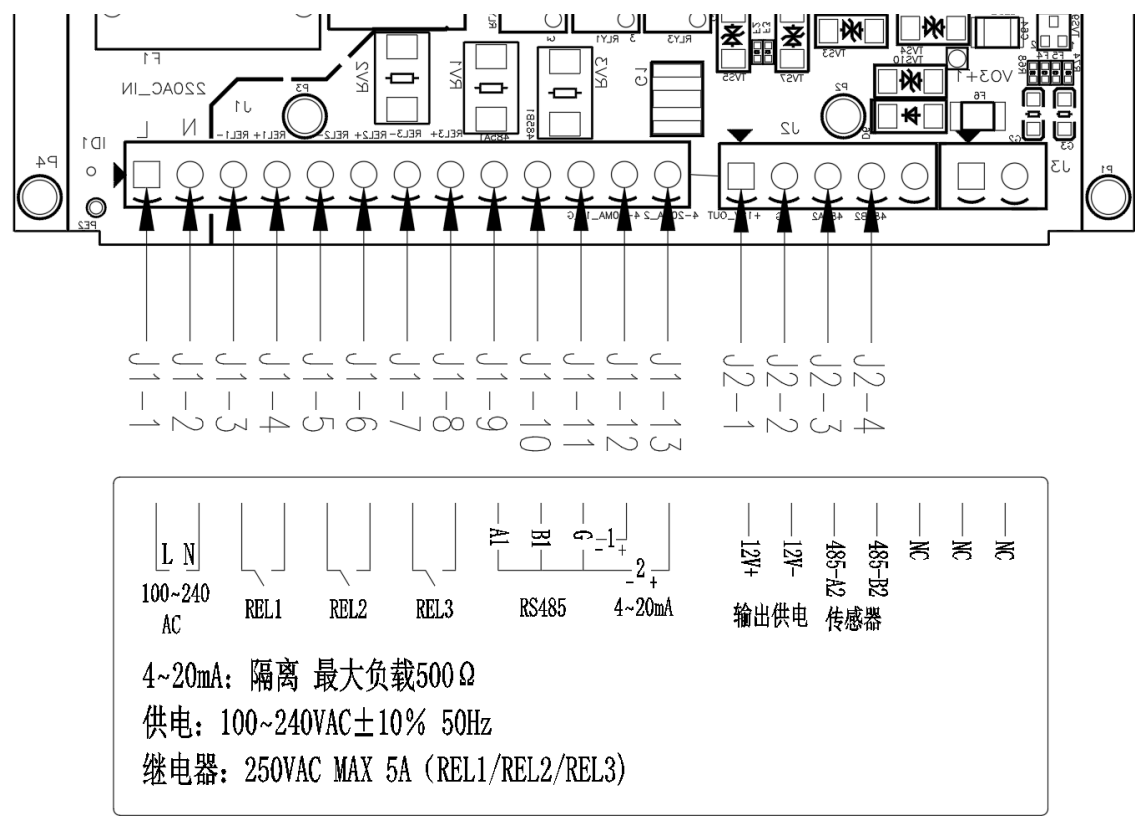

图 4-2 控制器的接线端子定义
- 2) 在打开 AL3010 的上盖后，可以看到电路板上的接线端子，如图 4-2 所示。将电导率传感器的线束穿过防水接线，然后将其四芯线 V+、V-、RS485_A、RS485_B 分别连接到控制器的 J2-1、J2-2、J2-3、J2-4 上。